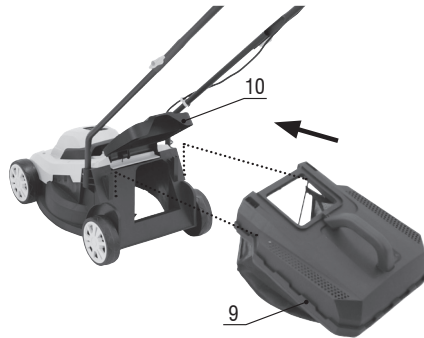

Figura 9 – Montagem do recolhedor na máquina
g) Abra a tampa de proteção (10), alinhe os engates do recolhedor e aperte, fixando o recolhedor na máquina (figura 9).